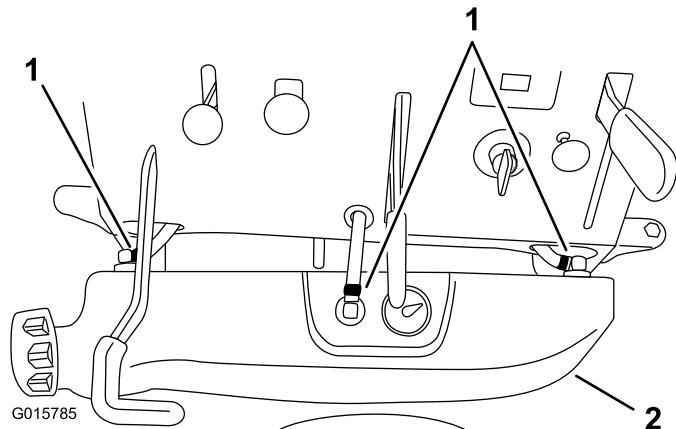

Figure 4
9. Soulevez le réservoir avancez-le autant que possible (Figure 4).
10. Débranchez les 3 flexibles d'évent du réservoir de carburant en desserrant les colliers (Figure 4).